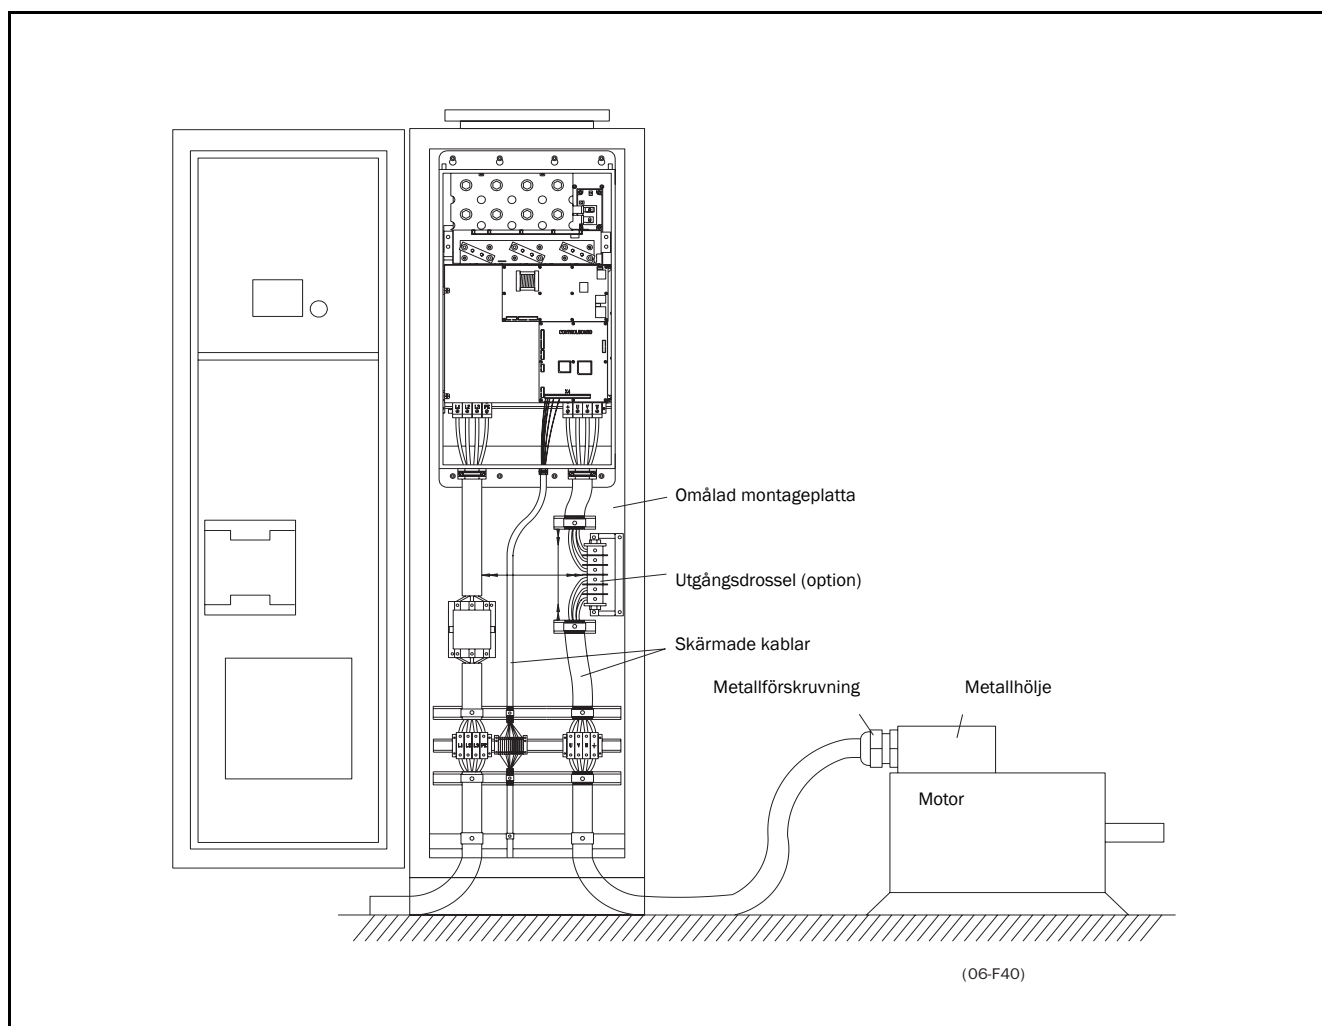

Fig. 10 Stor omriktare i skåp
- Omriktare från modell 500 till 750 och uppåt monteras i ett standard skåp. Intern anslutning följer EMC-standard. Fig. 10 visar ett exempel på en stor omriktare inbyggd i ett skåp.